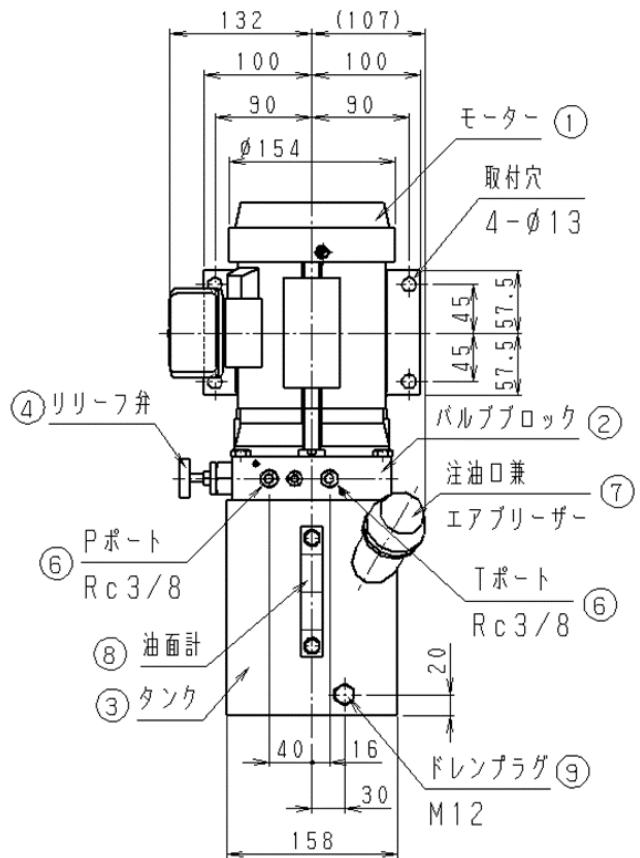
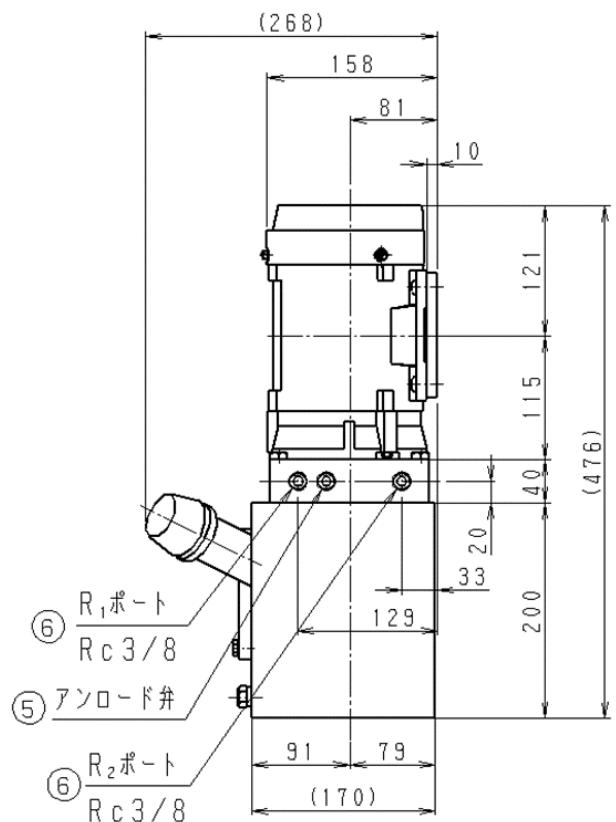

図2 正面図
図4 右側面図
5-1 標準品 (図2, 3, 4参照)
- (5) 本機にはRc3/8のP、T、R1、R2ポート（図2、4参照）、オプション品（電磁弁付き）の場合、A、B、R1、R2ポート（図4、6、7参照）があります。ここへ接続する配管材はRc3/8を使用して下さい。他の部品の配管材もRc3/8、又は、それ以上のものを使用して下さい。
- (6) 使用する配管材は、十分にフラッシングしたものを使用して下さい。
- (7) 配管材を接続する時は、漏れ防止の為シールテープ等を使用し、ねじ込みトルクは30 N·m程度にして下さい。
- (1) タンク内に作動油は入っていません。使用の前に注油口兼エアブリーザー（図2参照）のキャップを外して注油して下さい。
- (2) 作動油は清浄な石油系作動油で粘度グレードが ISO VG 32～68のものを使用して下さい。
本機にはリリーフ弁が内蔵されています。（図2参照）